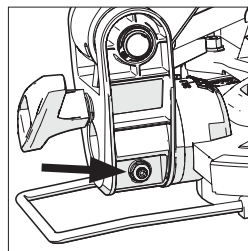

Fig. 10
- Utilizzare una chiave esagonale per intervenire in avanti e indietro sulla vite di regolazione in base alle esigenze (Fig. 10).